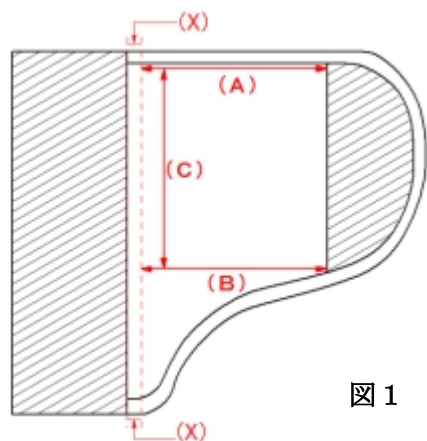
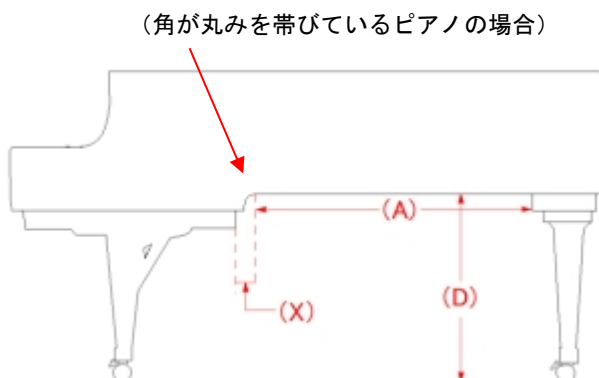

図1
図2
手順① ピアノの下に潜り、図1 (A)～(C)の寸法を測って下さい。(A)と(B)の寸法が同じでない場合があります。図1 (B)の寸法は、図2(角が丸みを帯びているピアノの場合)、図3(角が直角なピアノの場合)に記載されている (X) の寸法を引いたモノが、図1 (B) の寸法となります。